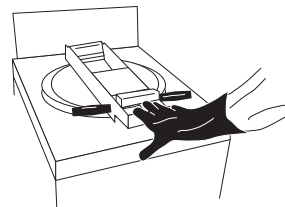

FIGURA 11
- B. No toque la manija para abrir la tapa hasta que al presionar hacia abajo el bloqueo de la tapa haga que la tapa baje (Figura 11).